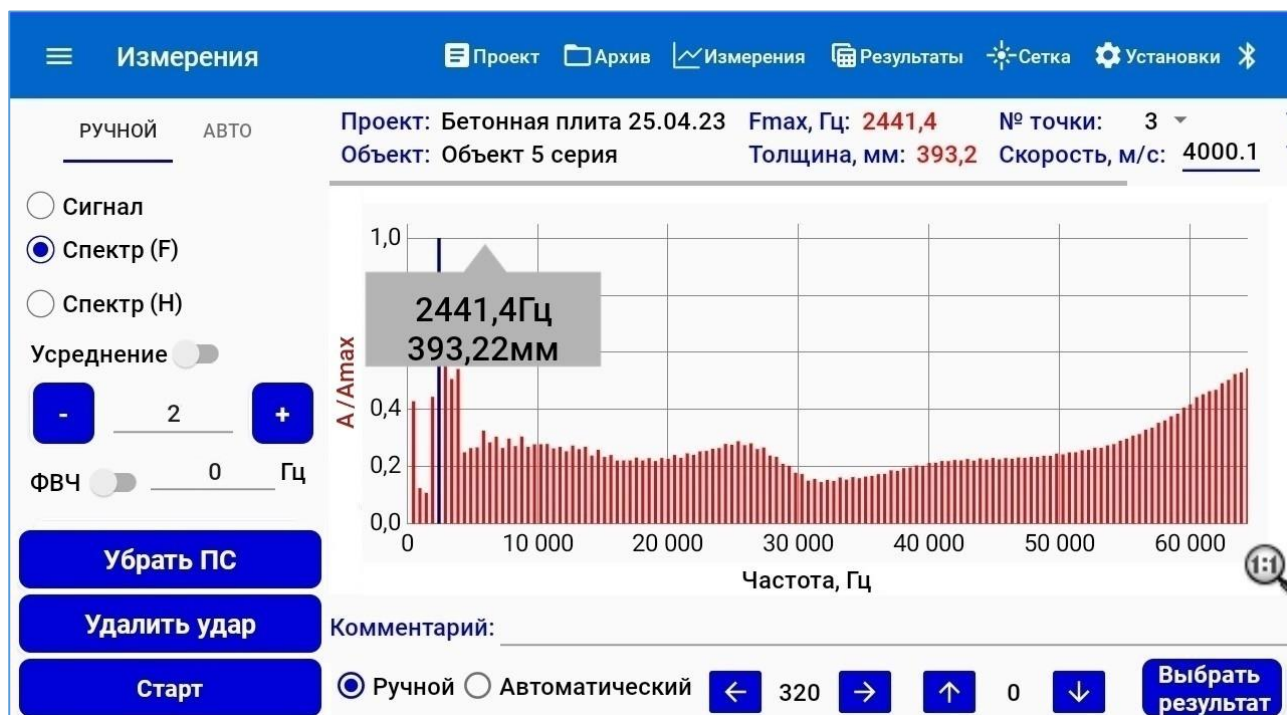

Рисунок 20 – Экран вывода графика амплитудного спектра в рабочей полосе частот
При нажатии на кнопку «Спектр (F)», на экран визуализации выводится график амплитудного спектра сигнала в рабочей полосе частот (рис. 20).